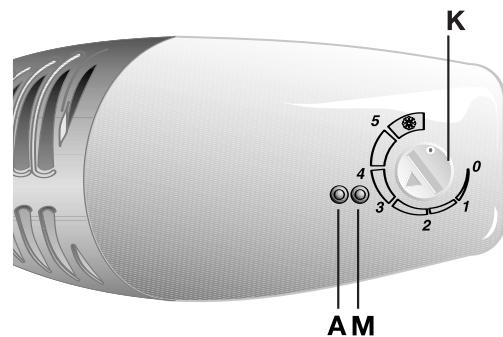

fig. 6
- Placez le bouton **K** (fig. 6) après la position **5** ✿ la lampe témoin orange **A** (fig. 6) s'allume (la fonction Super est activée seulement quand la lampe témoin est allumée). La fonction Super reste active pendant environ 28 heures, mais elle peut être désactivée à n'importe quel moment en tournant le bouton **K** dans le sens inverse des aiguilles d'une montre, jusqu'à ce que la lampe témoin **A** s'éteigne.